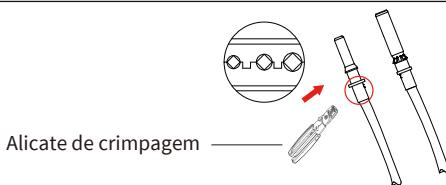

Figura 3.4 Cravar o pino de contato no fio
- Crimpar os terminais metálicos com um alicate de crimpagem, conforme mostrado na figura 3.4.